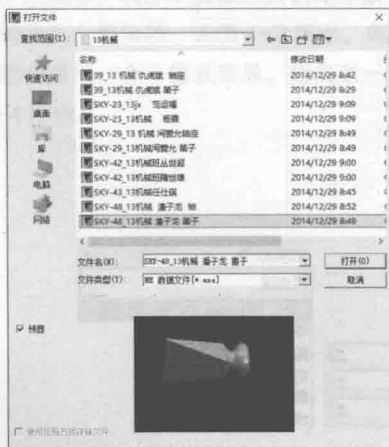

图 1-10 【打开文件】对话框
① 选择【文件】/【打开】命令,或者单击  按钮,弹出【打开文件】对话框,如图 1-10 所示。